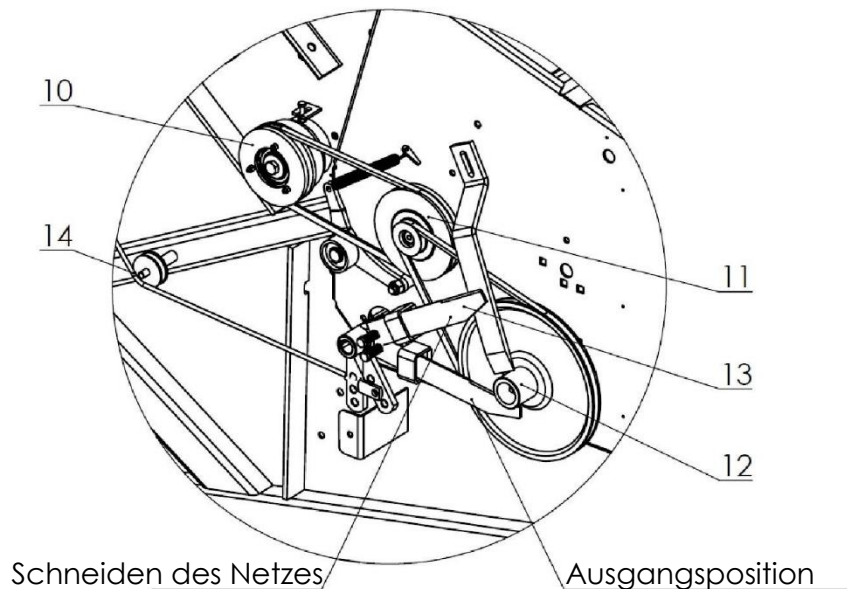

Abbildung 42. Lage des Messmessers
Die Lage des Messmessers (13) an der Ballenpresse ist in Abbildung 42 dargestellt. Ein durch Drehbewegungen gesteuertes Messmesser löst nach dem Abgleiten des Gehäuses der Riemenscheibe (12) vom Nabengewinde den Schlag des Messers in das Gegenmesser aus, wodurch das Netz abgeschnitten wird.